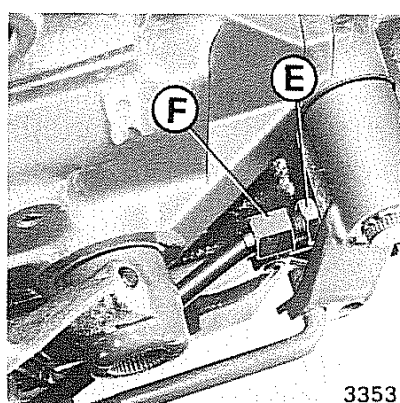

Fig. 19 - Registrazione frizione
- allentare il dado **E** (fig. 19)
NOTA: per la registrazione del comando acceleratore, del pedale del freno di servizio, del freno di soccorso e stazionamento (gruppo motrice) e dell'arresto motore agire sulle corrispondenti viti di registro eseguendo le stesse operazioni relative alla «**Registrazione comando frizione**» (fig. 19).